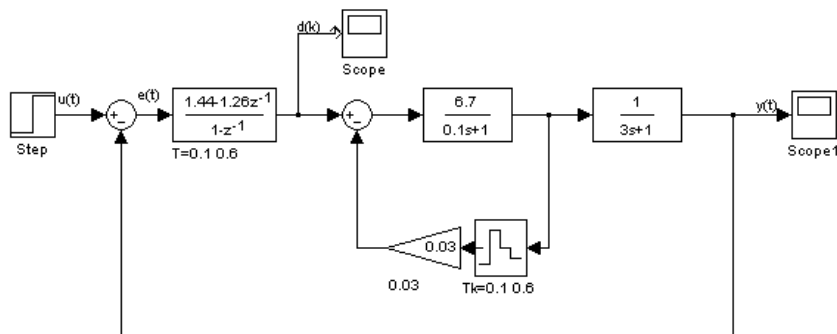

图 7.31 离散系统框图
- (1) 选择一个“Step”模块，选择两个“Transfer Fcn”模块，选择两个“Sum”模块，选择两个“Scope”模块，选择一个“Gain”模块，在“Discrete”模块库选择一个“Discrete Filter”和一个“Zero-Order Hold”模块。
- (2) 连接模块，将反馈环的“Gain”模块和“Zero-Order Hold”模块翻转。
- (3) 设置参数，“Discrete Filter”和“Zero-Order Hold”模块的“Sample time”都设置为 0.1s。
- (4) 添加文本注释，系统框图如图 7.31 所示。